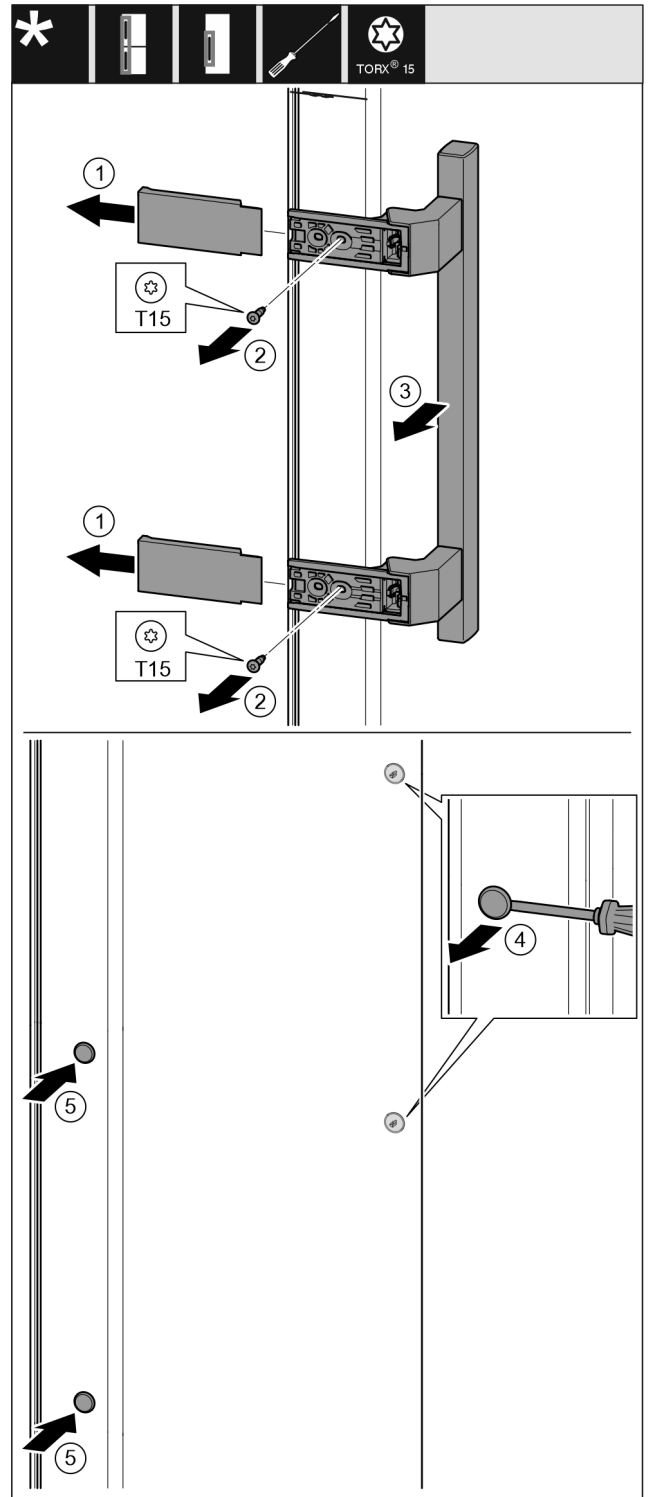

Fig. 19
- ▶ Snemite pokrov. Fig. 19 (1)
- ▶ Izvijte vijake z izvijačem T15. Fig. 19 (2)
- ▶ Snemite ročaj. Fig. 19 (3)
- ▶ S ploščatim izvijačem previdno dvignite stranski čep in ga izvlecite. Fig. 19 (4)
- ▶ Čep ponovno vstavite na drugi strani. Fig. 19 (5)